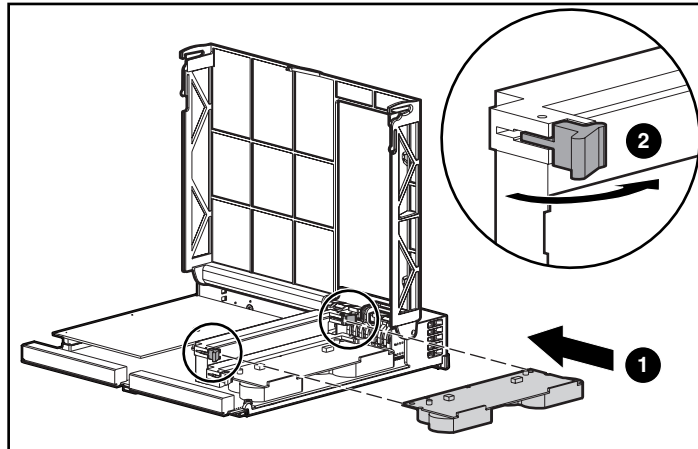

Abbildung 4: Einsetzen des Cache-Moduls
6. Schieben Sie den neuen MSA1000 Controller-Cache in den Controller ein **1**. Vergewissern Sie sich, dass die seitlichen Verriegelungen **2** ganz eingerastet sind. Siehe Abbildung 4.